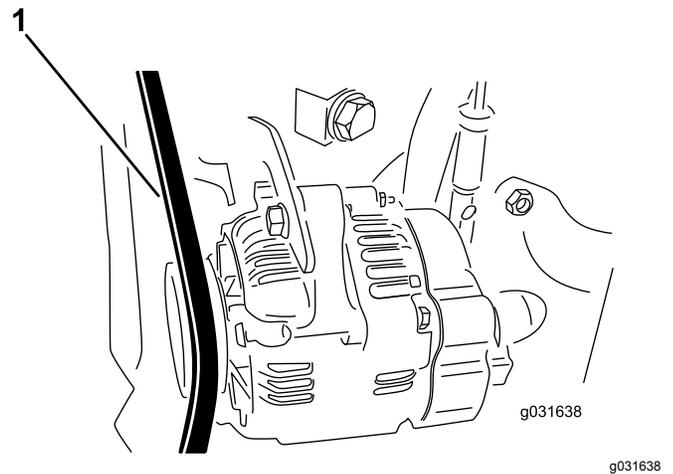

図 60
2. プーリとプーリの中間部でベルトを指で0.25kg程度の力で押して点検する 図 60。